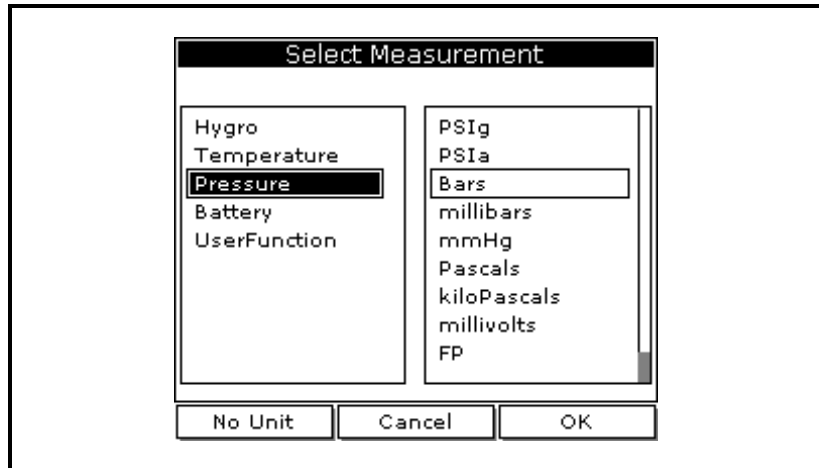

Figura 4-4: La ventana de Select Measurement
1. Use la tecla [▼] para ingresar en un cuadro y pulse [ENTER]. Aparece una pantalla similar a la Figura 4-4 a continuación.